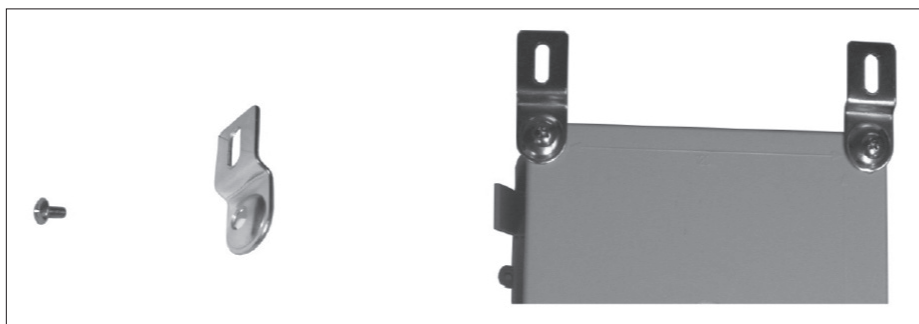

Figure 4 – Fixation des boîtiers
1. Dans le cas de boîtiers pour l'extérieur, fixer les supports de montage à l'arrière au moyen des quatre vis fournies (figure 4).